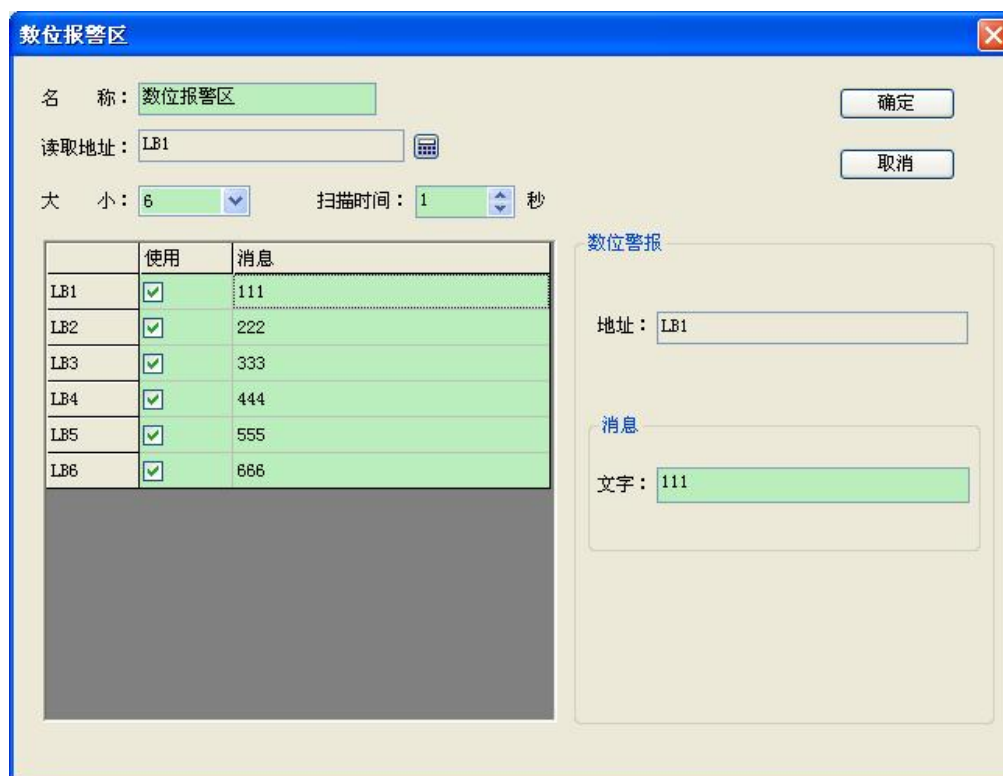

图 7-17 数位报警对话框
- 在展开的报警登录选项中，双击“数位报警登陆”选项，则可打开数位报警设置对话框，如图 7-17 所示：
- 单击列表框中的某项，再把鼠标移动到右方的“消息”模块中的“文字”编辑框中，在该编辑框中为该项输入文本信息，也即是报警内容。这里假设设置的消息（即报警内容）如图 7-17 所示。